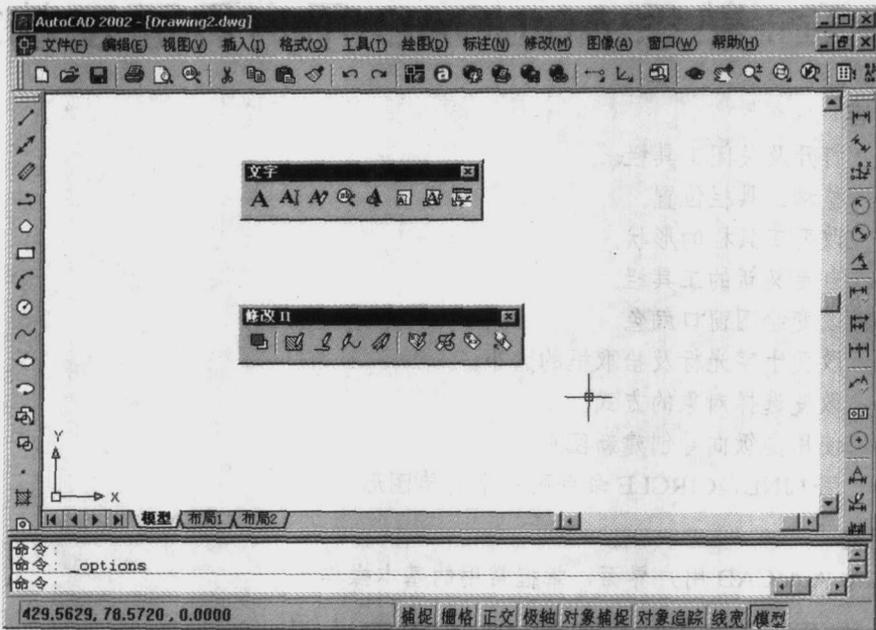

图1-2 打开【标注】、【文字】及【修改 II】工具栏
2. 打开【标注】、【文字】及【修改 II】工具栏，并调整它们的位置，如图 1-2 所示。